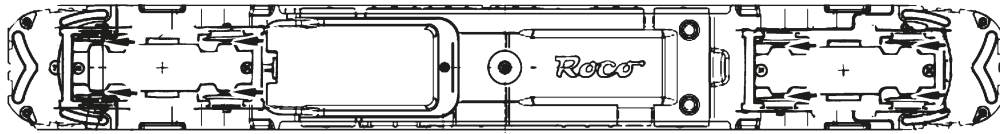

Fig. 7
Ausführung für Wechselstrom: siehe Fig. 7
A.C. operation: see fig. 7
voir fig. 7